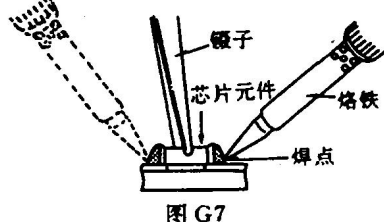

图 G7
- (2) 安上芯片元件并用两个镊子压住, 用一支细头烙铁给预热元件加热 (图 G7)。
- (3) 焊上芯片元件的另一边。
- (4) 检查焊点。